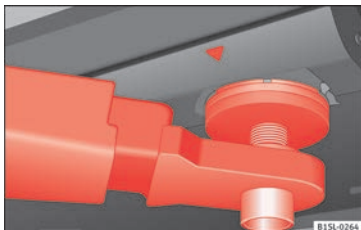
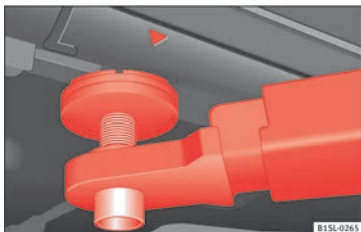

Abb. 159 Aufnahmepunkte vorn zum Anheben mit der Hebebühne oder dem Wagenheber.
Abb. 160 Aufnahmepunkte hinten zum Anheben mit der Hebebühne oder dem Wagenheber.
Das Fahrzeug darf nur an den in den Abbildungen » Abb. 159 und » Abb. 160 gezeigten Punkten angehoben werden. Wenn das
- Fahrzeug nur an den in den Abbildungen » Abb. 159 und » Abb. 160 gezeigten Punkten anheben. Wenn das Fahrzeug nicht an